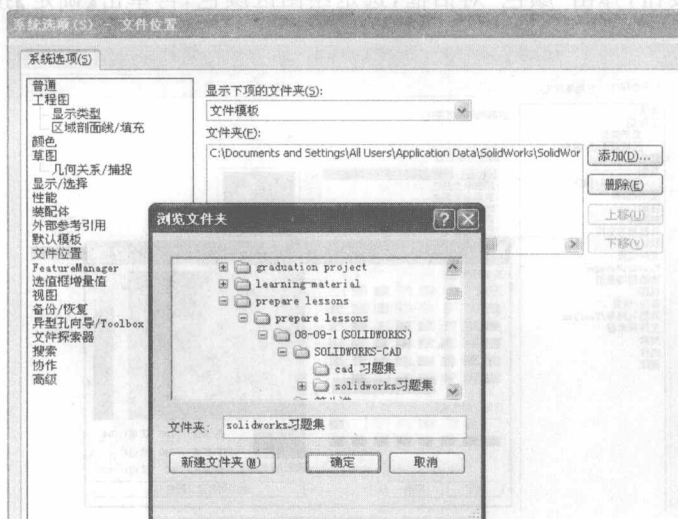

图 1-13 文件模板位置设置对话框
(7) 完成文件模板设置后,单击“标准”工具栏上的【保存】按钮,弹出“另存为”对话框,在“保存类型”下拉列表框中选择零件模板 Part Templates(*.prtdot),此时文件的保存目录会自动切换到 C:\Documents and Settings\All Users\Application Data\SolidWorks\SolidWorks 2009\templates“我的模板”文件夹,将设定的文件模板保存在该文件夹中。
(8) 单击菜单“工具”|“选项”命令,弹出“系统选项”对话框,切换到“系统选项”选项卡下,单击选择“文件位置”选项,在选择“显示下项的文件夹”下拉列表框中选择“文件模板”选项,单击【添加】按钮,选取刚才建立的“我的模板”文件夹作为文件模板标签,如图 1-13 所示。此后选择新建文件时,在“新建 SolidWorks 文件”对话框中会出现“我的模板”标签。